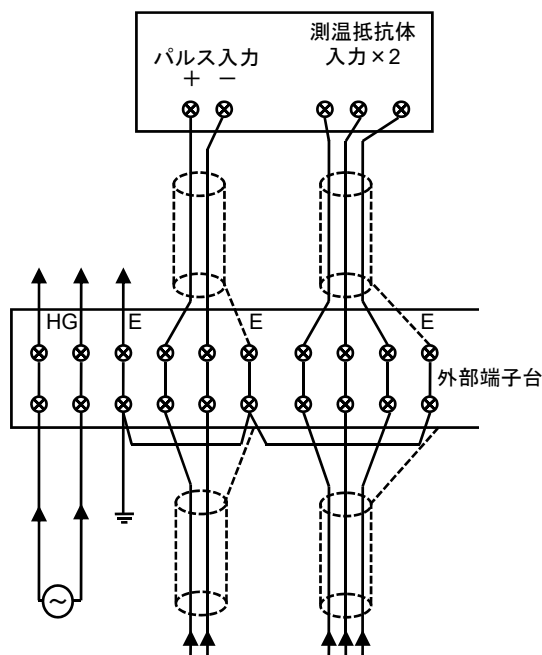

図13
- \*2 パルス入力・測温抵抗体入力・ケーブルはシールド線を使用しますが、本体の端子台にはシールド線用の端子がありません。別途D種（100Ω以下）相当のアース端子台を設けてください。（図13参照）